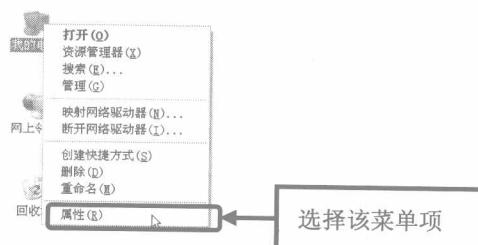

图 1-10
- ❺ 在系统桌面的【我的电脑】图标上单击鼠标右键，在弹出的快捷菜单中选择【属性】菜单项，如图 1-10 所示。